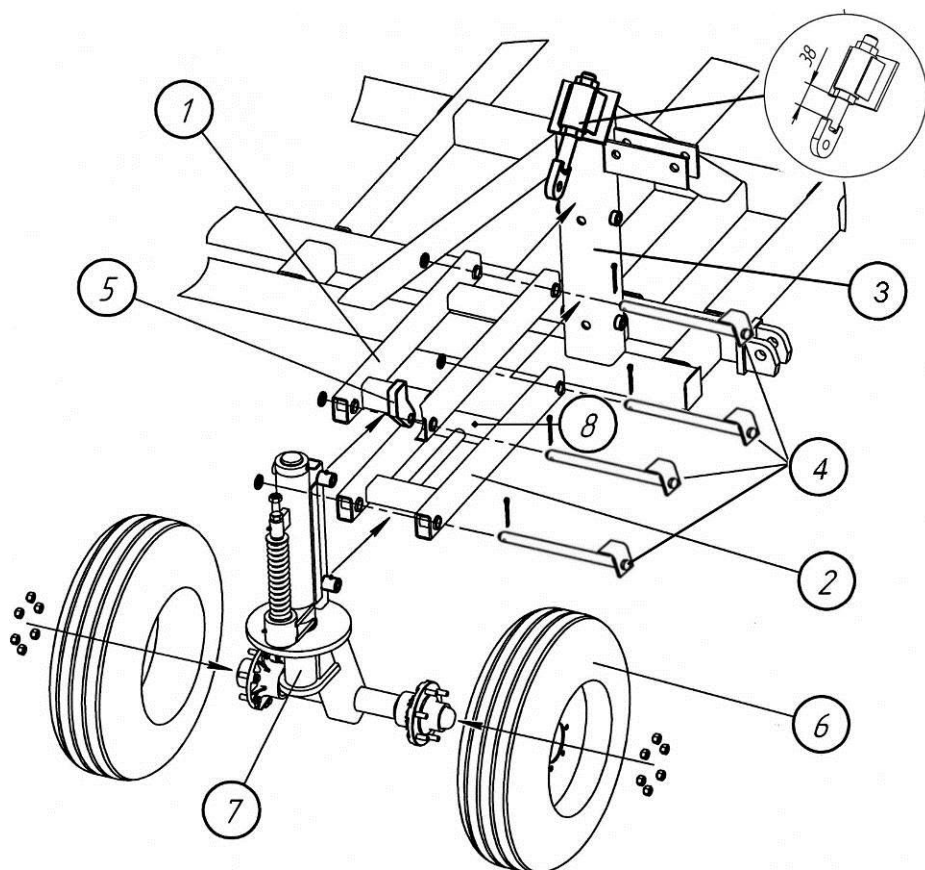

Рис. 4.3.1. Сборка передней подвески
4.3.1. Закрепите верхнюю 1 и нижнюю 2 переключины на стойке главной рамы 3, установив пальцы 4 (Ø25,4x356), шайбы и шплинты Ø5x63, как показано на рис. 4.3.1.